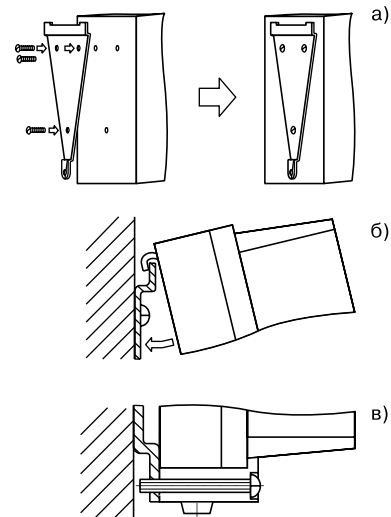

Рис. 15
1. Закрепить кронштейн тремя винтами М4 на поверхности, предназначенной для установки прибора (см. *прил. А* и **рис. 15, а**).
2. Зацепить крепежный уголок на задней стенке прибора за верхнюю кромку кронштейна (**рис. 15, б**).
3. Прикрепить прибор к кронштейну винтом М4×35 из комплекта поставки (**рис. 15, в**).